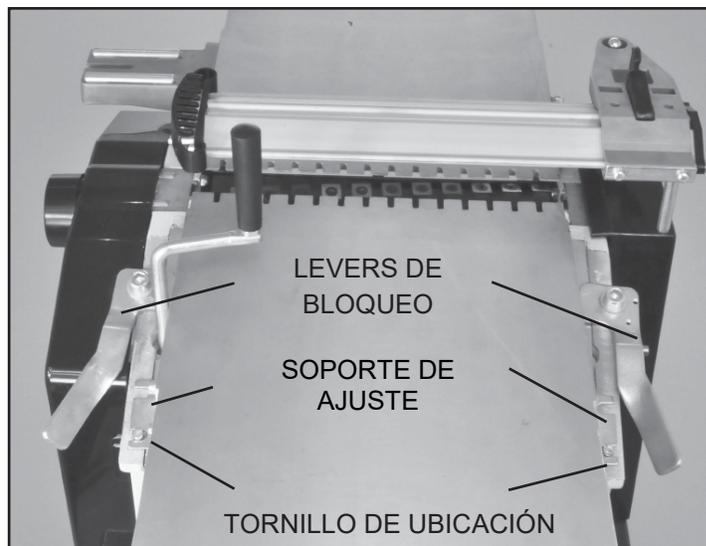

FIG. 12
1. Coloque la mesa de salida en el extremo izquierdo del bastidor de la máquina. Los dos soportes de ajuste (# 158) se ajustan sobre la cabeza panorámica, los tornillos de ubicación (# 160) preinstalados en el marco para colocarlos y luego fijan la mesa en su lugar con las palancas (# 233 y 234). FIG. 12 y 13.